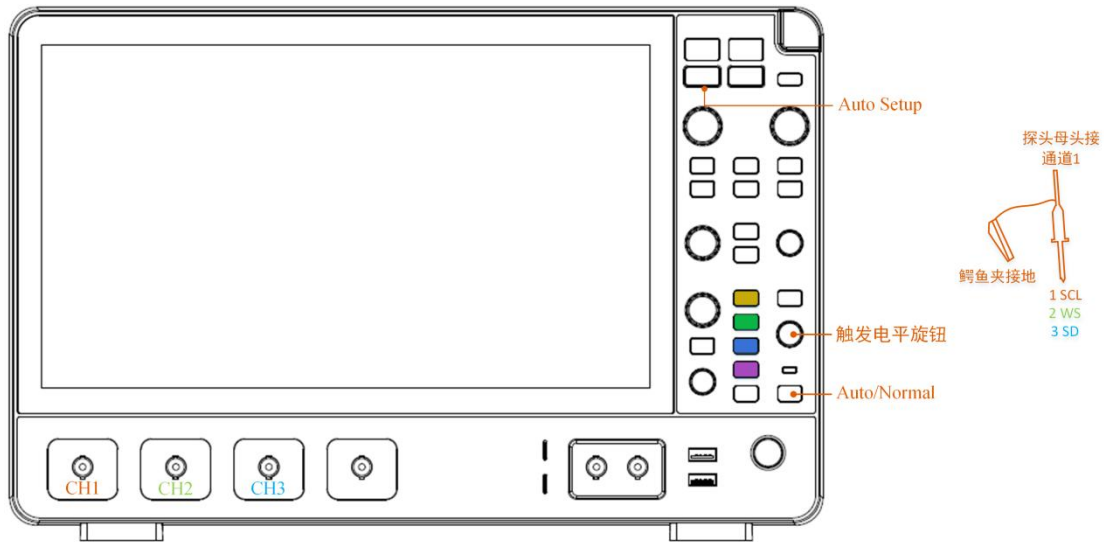

图 2.13 信号接入
- 将 I2S 的时钟和数据信号分别接到通道 1 和通道 2 中，如图 2.13 所示，点击【Auto Setup】一键捕获波形，让波形以较好的效果显示在界面；